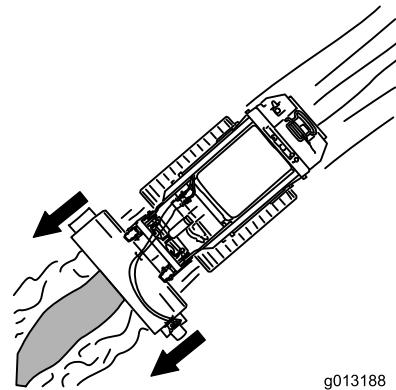

Bild 5
- Für eine optimale Grabenverfüllung zentrieren Sie das Gerät über dem Graben (**Bild 5**).